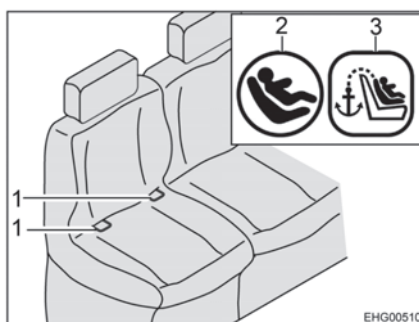
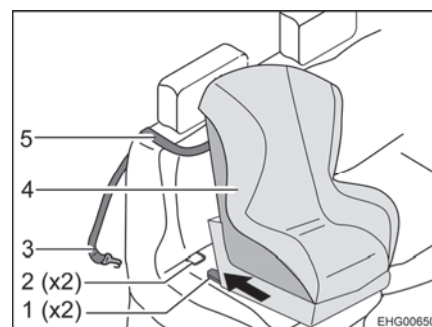

Fig. 12 Siège avec Isofix
Fig. 13 Fixation avec Top-Tether
- Faire passer la sangle Top-Tether (Fig. 13,5) sur le coussin de dossier (entre l'appuie-tête et le renvoi de la ceinture de sécurité).
- Accrocher le crochet de fixation (Fig. 13,3) au point d'ancrage en face arrière du siège.
- Encliqueter les bras d'encliquetage (Fig. 13,1) dans les étriers de fixation (Fig. 12,1 et Fig. 13,2). Un cliquetis clair doit être entendu.
- Vérifier à l'aide d'une forte secousse si le siège pour enfant (Fig. 13,4) est bien installé.